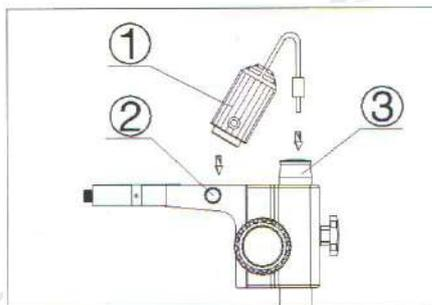

Рисунок 6
1. Часть блока освещения №1 вставьте в основание по направлению винта блокировки 2. Затяните винт. (см. рисунок 6).